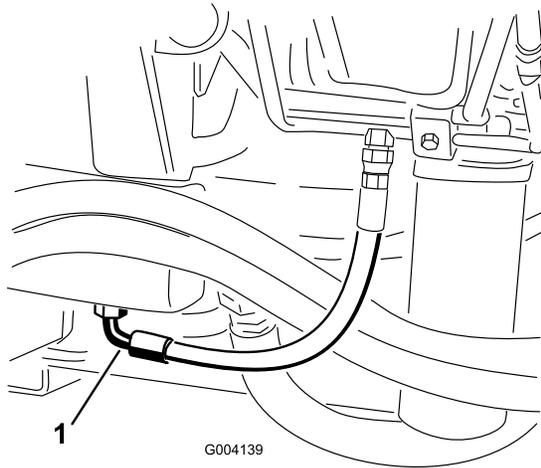

Bild 78
2. Stellen Sie eine große Auffangwanne unter das Anschlussstück, das unten am Behälter der Hydraulikflüssigkeit befestigt ist (Bild 78).